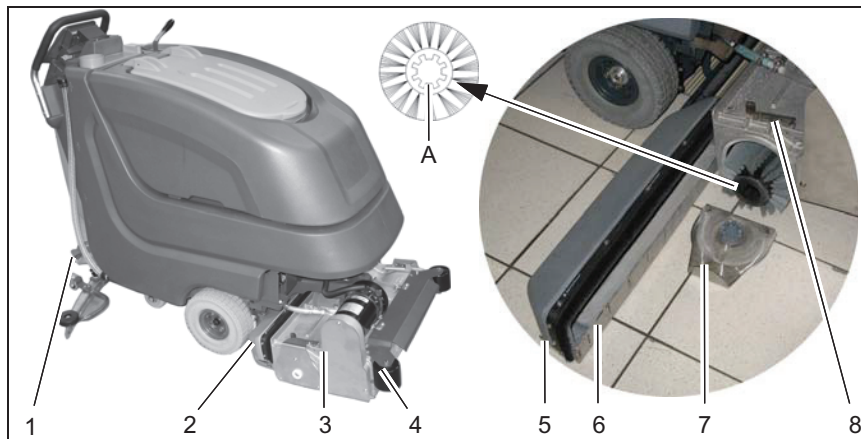

Fig.11
Nettoyer le réservoir à saleté (Fig. 11/2) quotidiennement ou en cas de besoin. Retirer le réservoir à saleté ; vu dans le sens du déplacement, à droite de l'appareil. Desserrer la fente d'introduction (Fig. 11/6) avec les fermetures rapides (Fig. 11/5) et nettoyer le réservoir à saleté.
1. Soulever la tête de brosses en rouleau (Fig. 11/3) avec la pédale (Fig. 11/1).
2. Déverrouiller le logement de brosses (Fig. 11/7) avec le levier d'arrêt (Fig. 11/8).
Contrôler une fois par semaine les rouleaux butoirs (Fig. 11/4) et les remplacer en cas de besoin.